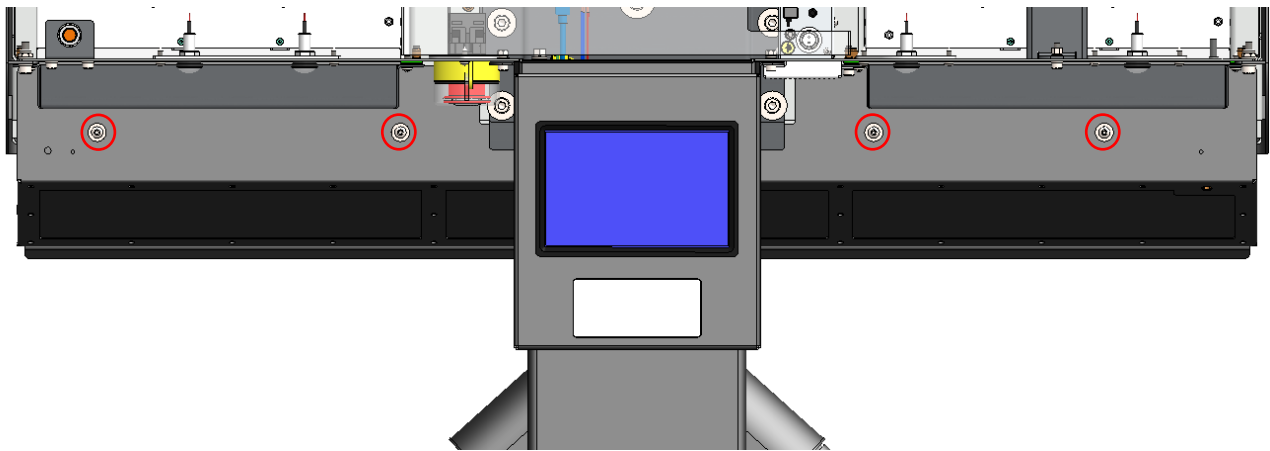

Рисунок 5.8. Розташування гвинтів на передній частині станції
1) Викрутити гвинти 4 гвинти з передньої частини станції (рис. 5.8).